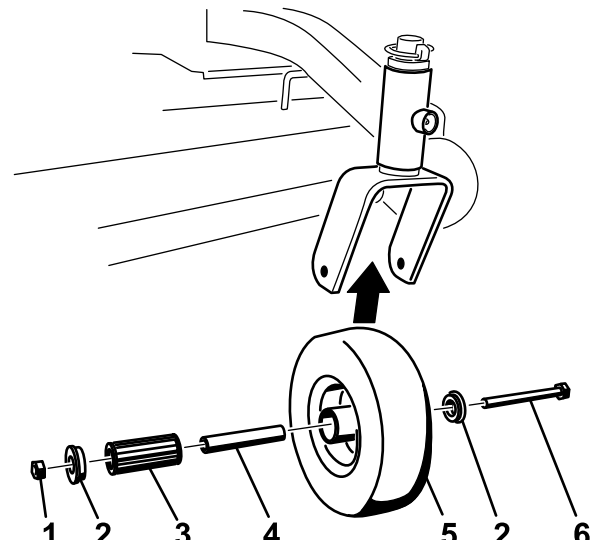

Bild 39
2. Entfernen Sie eine Büchse und ziehen Sie dann die Spannbuchse sowie das Rollenlager aus der Radnabe heraus (Bild 39).
3. Entfernen Sie die andere Büchse aus der Radnabe und entfernen Sie Fett- und Schmutzrückstände von der Nabe (Bild 39).
Hinweis: Tauschen Sie abgenutzte und beschädigte Teile aus (Bild 39).
Hinweis: Fetten Sie das Rollenlager und die Vierkantbüchse ein und schieben beide in die Radnabe. Stecken Sie die zweite Büchse in die Radnabe (Bild 39).
Hinweis: Ziehen Sie die Sicherungsmutter so weit fest, dass die Vierkantbüchse auf die Innenseite der Laufradgabeln trifft (Bild 39).
1. Entfernen Sie die Sicherungsmutter und die Radschraube, mit denen das Laufrad an der Laufradgabel befestigt ist (Bild 39).